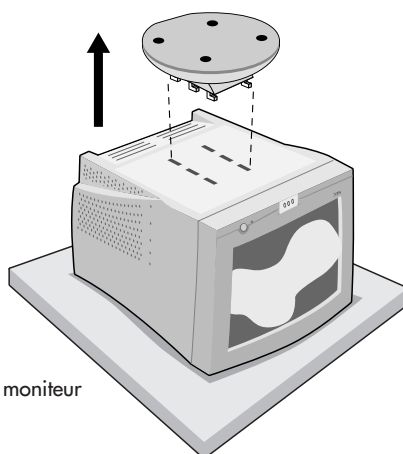

Figure TS-6
3. Retirez le socle inclinable/rotatif des six trous sur le bas du moniteur (**Figure TS.6**).